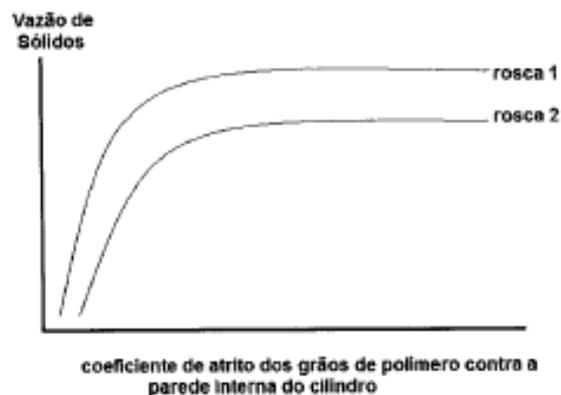

Figura 4 – Vazão de sólidos medidos combinando-se vários cilindros e duas roscas, cujos coeficientes de atrito contra os grãos de polímeros são diferentes.
37) Construiu-se uma extrusora que só possuía zona de alimentação para estudar a influencia dos dois coeficientes de atrito dos grãos de polímero contra a superfície da rosca e contra a parede interna do cilindro, ambos a temperatura ambiente. O ensaio consistiu em combinar vários cilindros e duas roscas com diferentes rugosidades para as medidas da vazão de sólidos. Os coeficientes de atrito supracitados foram determinados por uma técnica independente. A figura 4 abaixo mostra as curvas de vazão obtidas em função do coeficiente de atrito dos grãos de polímero contra parede interna do cilindro, usando duas roscas (roscas 1 e 2) com rugosidades distintas. Admitindo-se que a rosca 1 possui menor coeficiente de atrito que a rosca 2, compare e analise as curvas do gráfico e assinale a alternativa correta.